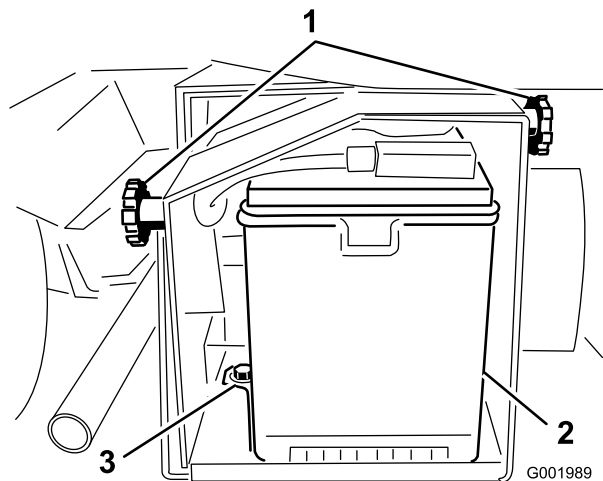

図 53
2. バッテリー・ボックスのノブ(図 53)をゆるめ、カバーを外す。
5. バッテリー・リターナと固定金具を外す(図 53)。
2. バッテリー押さえを元通りに取り付ける(図 53)。
4. バッテリーカバーを元どおりに取り付けノブで固定する(図 53)。
1. バッテリー・ボックスのノブ(図 53)をゆるめ、カバーを外す。